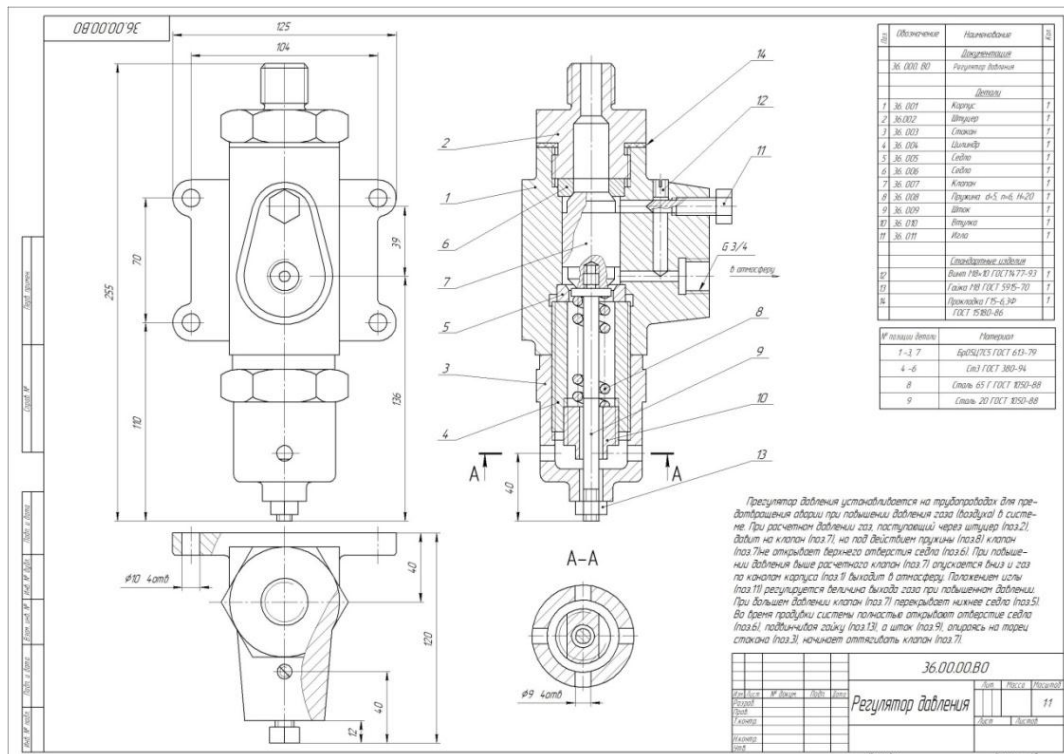
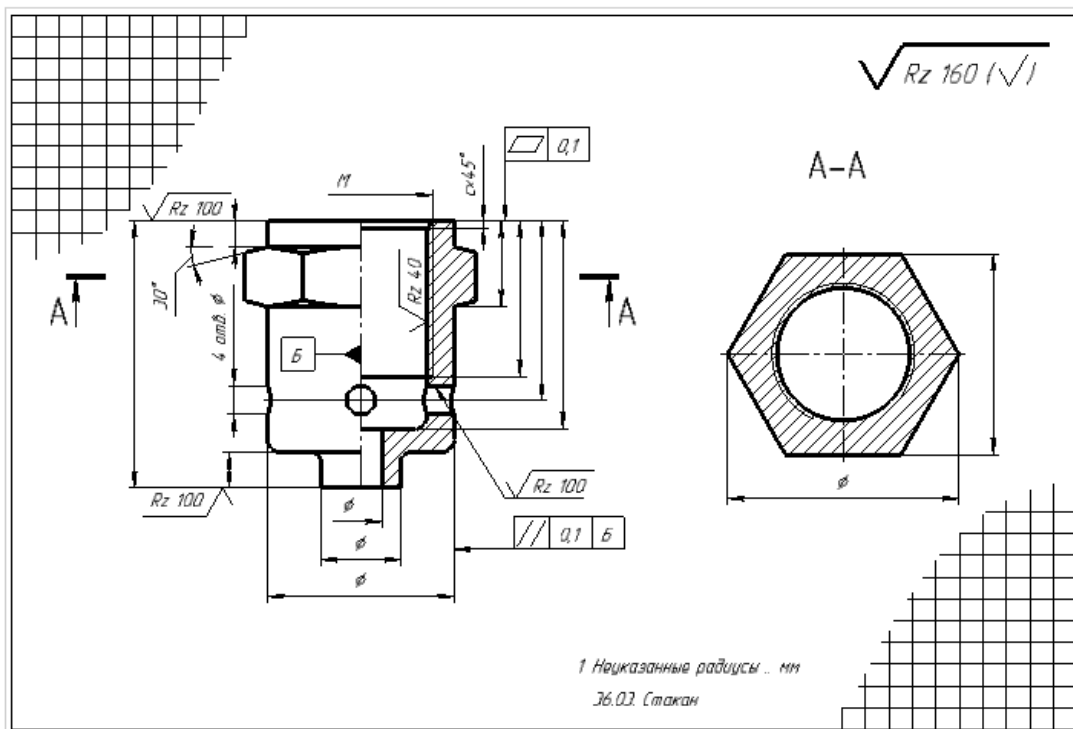

Рис.22 Образец варианта задания контрольной работы
Рис.23. Образец выполненного задания контрольной работы
**Контрольное задание:** по чертежу общего вида (Рис.22) выполнить эскиз детали (Рис.23)